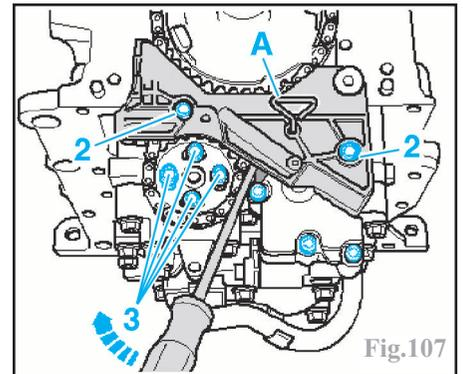

Fig.107
À l'aide d'un tournevis, pousser le rail de guidage du tendeur de chaîne dans le sens indiqué (Fig.107) et bloquer le tendeur de chaîne au moyen d'une goupille de blocage ou de l'outil (A) Audi (ref : T10115). Déposer les vis (2).
-préserrer les vis dans l'ordre de (1) à (8) à 6 Nm.
-serrer les vis (5) et (7) à 13 Nm puis de 90° supplémentaire.
-serrer les vis de (1) à (4), (6) et (8) à 20 Nm puis de 90° supplémentaire.
Serrer les vis (2) (Fig.107).
Serrer les vis du pignon de chaîne (3) (Fig.107).